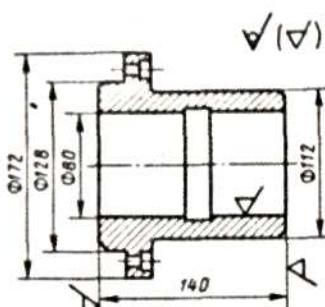

Рис. 8
2. По эскизу детали (рис. 8) разработайте эскизы элементов литейной формы, модельных плит, стержневого ящика и собранной литниковой формы (в разрезе).